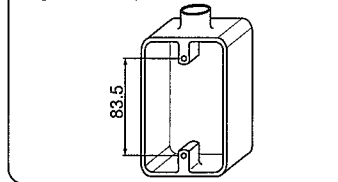

図2 ねじ(ボルト)、ナットを使用した取付例
■ 取付方法(図2参照) [Installation (Refer to figure 2)]
[Figure 2 Installation]